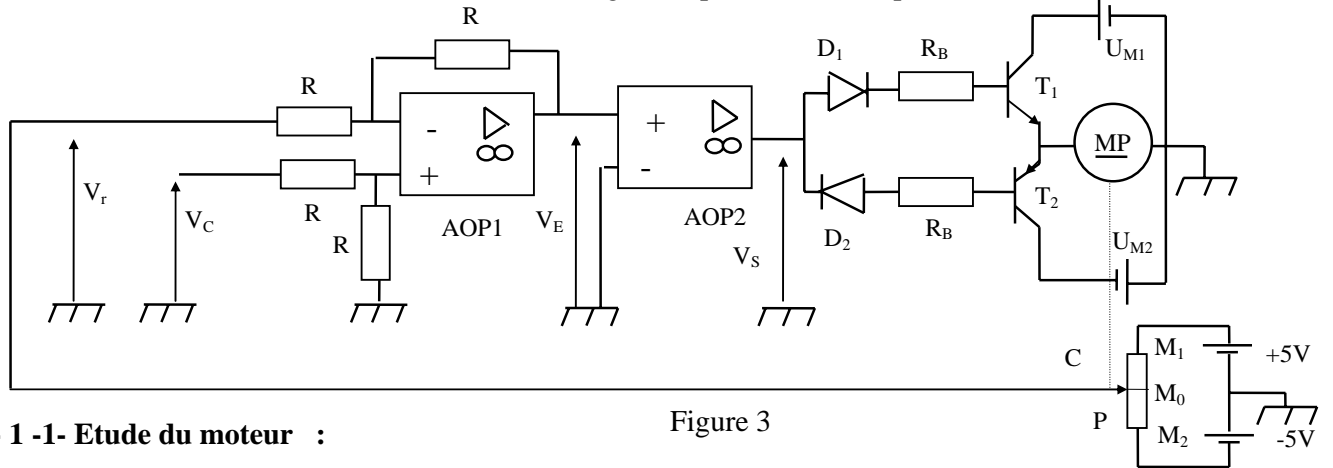

Figure 3
La carte d'interface P.C / P.O (figure 3) Permet de verser progressivement le contenu du malaxeur selon la valeur de la tension de consigne V_C provenant de la partie commande.
D - 4 - 2 Une liaison mécanique permet au moteur MP de déplacer le curseur C du potentiomètre linéaire (P) alimenté par deux sources de tension montées comme l'indique la figure 3.